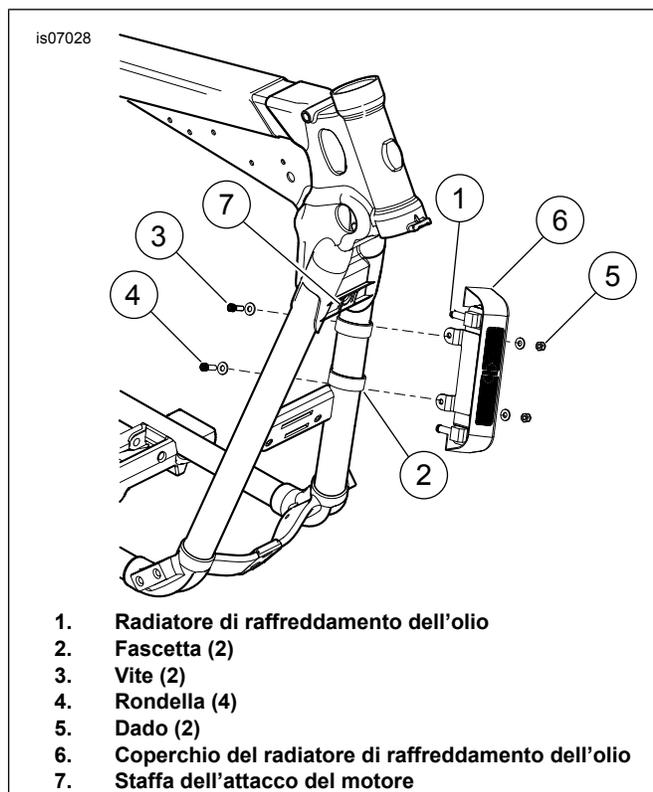

Figura 2. Montaggio del gruppo del radiatore di raffreddamento dell'olio
1. Vedere Figura 2. Installare il radiatore di raffreddamento dell'olio (1) sul tubo discendente sinistro con due fascette (2), due viti ad esagono incassato (3), quattro rondelle (4) e due dadi (5). Allineare i morsetti con il lato piatto verso l'esterno e posizionare la staffa superiore a una distanza non superiore a 31,8 mm (1½ in) dalla base della staffa di montaggio del motore (7). Serrare le viti a 10,2–13,5 N·m (90–119 in-lbs).